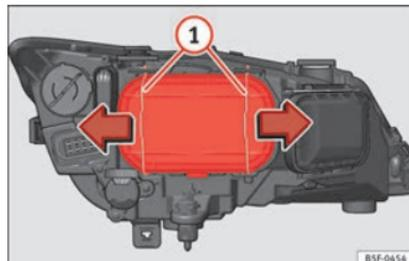

Fig. 102 Feux de croisement.
- Déplacez les tirants » fig. 102 ① dans le sens de la flèche puis retirez le cache.